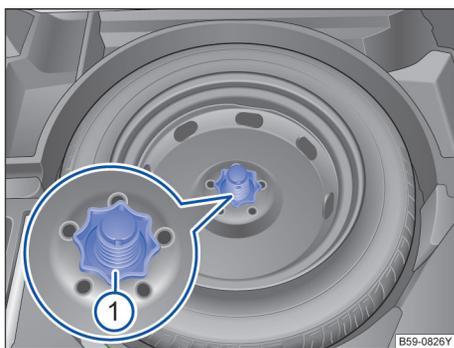

图 208 行李厢内：备用车轮（类型 A）固定手柄
- 逆时针拧下备用车轮中间的固定手轮→图 208 ①，拆下备用车轮。